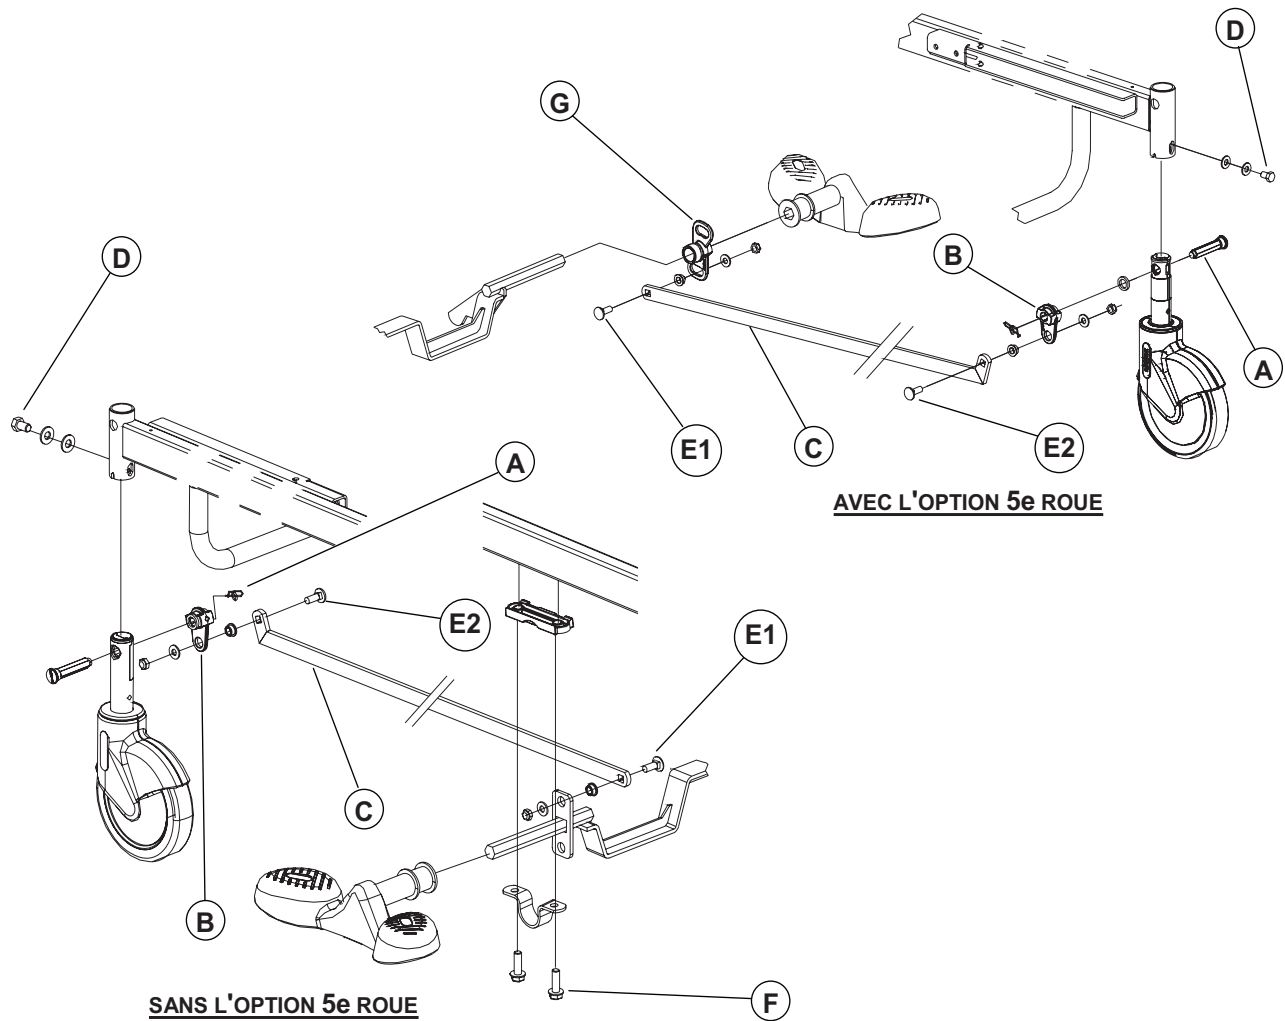

Figure 4.4B
4. À l'aide de la clé à cliquet munie de la douille 1/2", retirez les deux boulons (A) retenant le support de 5^e roue (en option) ou le support de balancier (F, figure 4.4B (sans l'option 5e roue), page 61) du côté de la pédale à remplacer et déposez le support. Récupérez l'espaceur moulé (B).
4. À l'aide de la clé 1/2", retirez les deux écrous, rondelles, entretoises à épaulement et boulons (E1, figure 4.4B, page 61) reliant l'extrémité des barres de liaison aux leviers de blocage, du côté des pédales de frein / direction. Si le lit est muni du système de freinage aux quatre roues, retirez les attaches reliant l'extrémité des deux autres tiges de frein aux mêmes leviers de blocage.
5. À l'aide de la clé à cliquet et de la douille 1/2", retirez les quatre boulons (A) retenant les deux supports de 5^e roue. Récupérez les espaceurs moulés (B). Retirez le mécanisme complet.
7. Récupérez les deux leviers de blocage (G, figure 4.4B, page 61).
À moins d'indications contraires, référez-vous à la figure 4.4B, page 61 pour la procédure de remplacement qui suit.